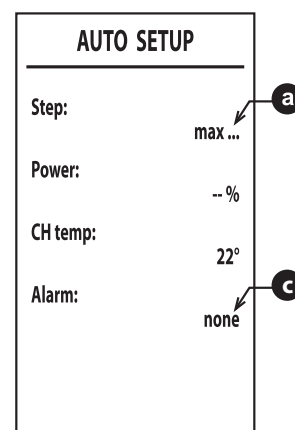

fig. 48 -
6. Después del encendido, el quemador se posiciona a las distintas potencias (máx, med, mín) indicadas por el punto  ("fig. 48 -").
8. Si la secuencia de encendido descrita en el punto "6" no se ha realizado correctamente, aparece el mensaje máx_err en el punto  y un código de error en el punto  ("fig. 48 -").